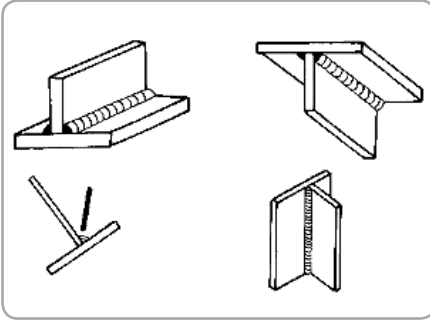

Fig.19
- pentru îmbinările cu cusături în relief Fig. 19